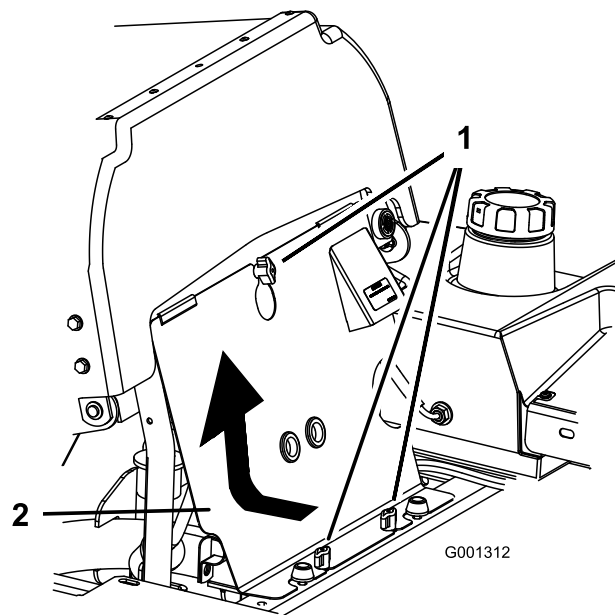

Figura 88
3. Allentate le manopole del pannello anteriore del motore e rimuovete il pannello (Figura 88).